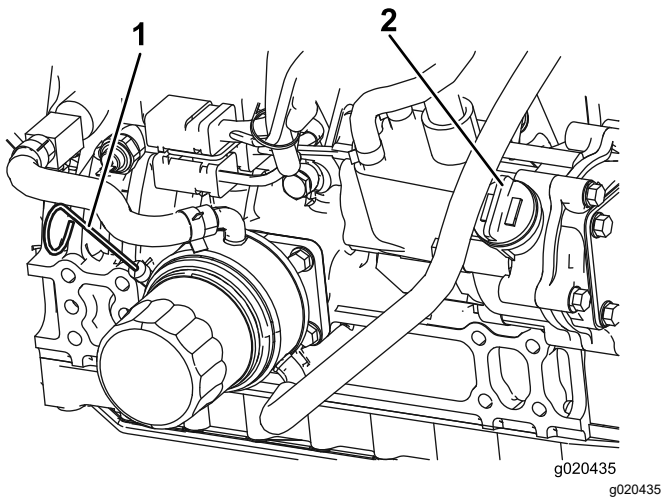

图 90
3. 取出量油尺擦拭干净插入管道中然后再次拉出。油位应处于安全范围 (图 90)。
4. 如果油位低于安全范围应取下加油盖 (图 90) 添加机油直至油位达到“已满”标记。